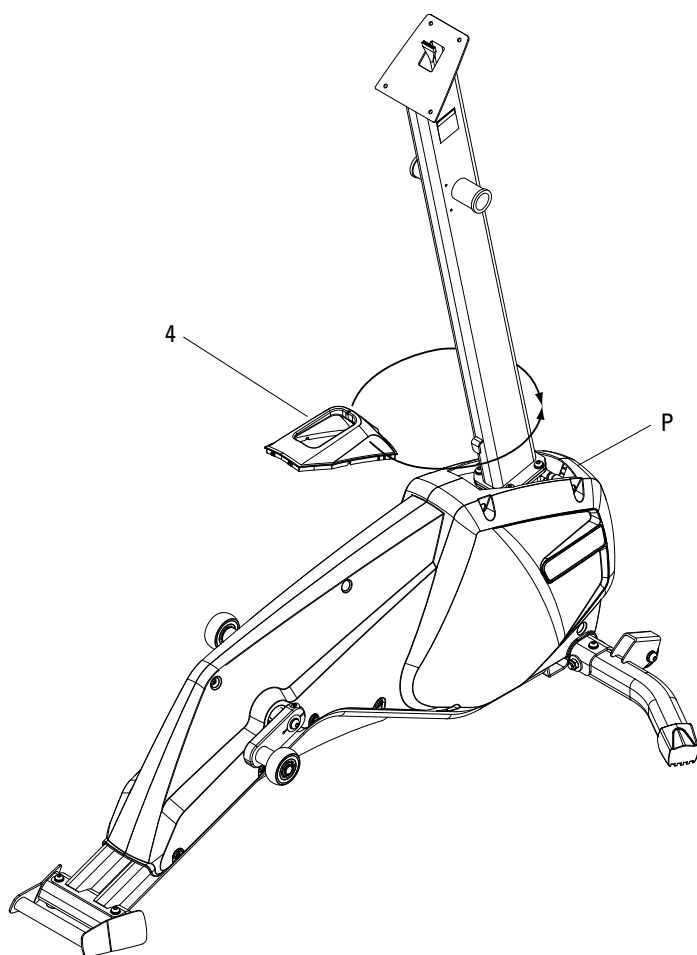
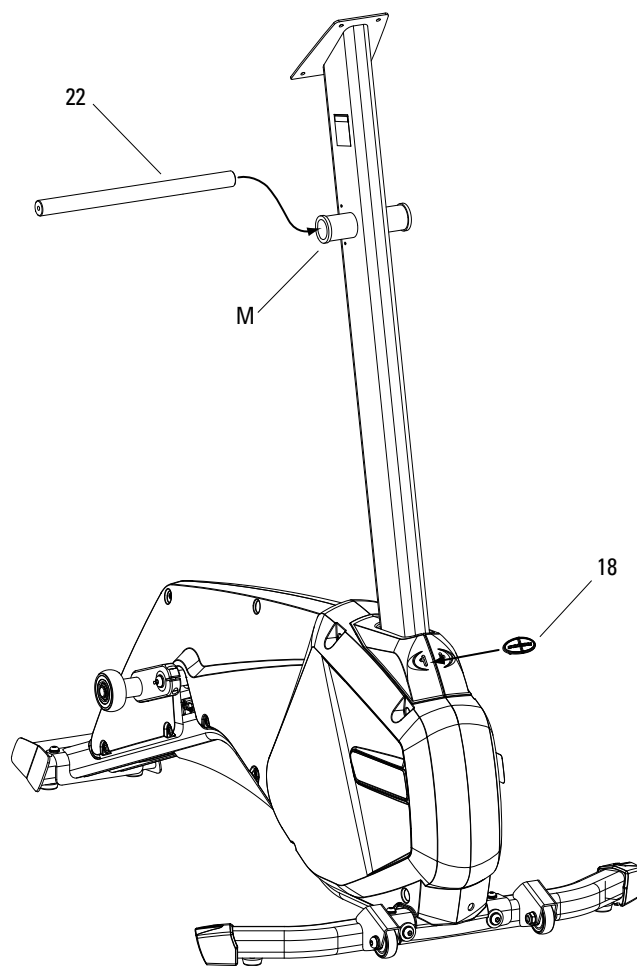

Figure 4a
Figure 4b
- 4-2** Glissez le pied du mât autour du mât de la console de l'arrière vers l'avant (Figure 4a).
- 4-3** Installez le tout dans l'enveloppe de plastique (P).
- 4-4** Poussez la pince du mât dans les orifices à l'avant du pied du mât (Figure 4b).
- 4-5** Poussez la tige de pivot de bras par le bâti de pivot (M) sur le mât de console (Figure 4b).